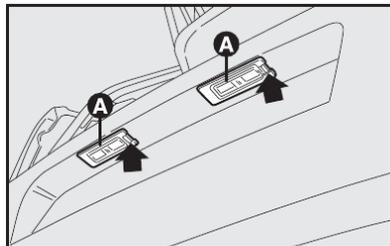
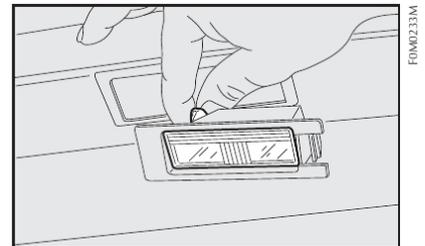

fig. 24
fig. 25
## LUZES DE PLACA - fig. 24 e fig. 25
- Agir no ponto indicado pela seta com uma chave de fenda, cuidando para não arranhar a pintura e remover o grupo transparente **A-fig. 24**;
- substituir a lâmpada **fig. 25** desvinculando-a dos contatos laterais e certificando-se de que a nova lâmpada fique corretamente bloqueada entre os contatos;